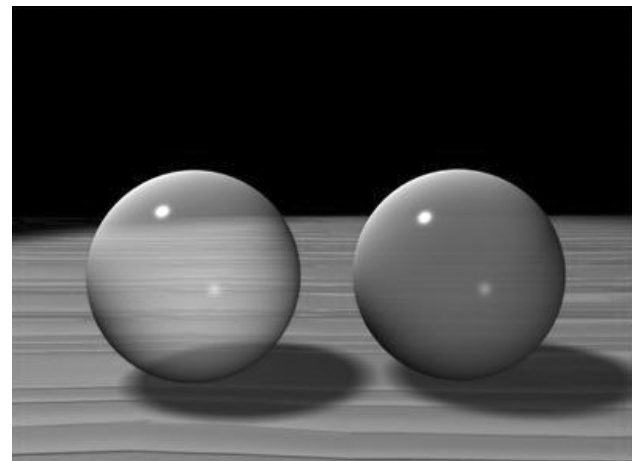

Fig.9.19
- ▶ **L'opacité soustractive** : elle assombrit les couleurs à l'arrière du matériau en soustrayant les couleurs du matériau aux couleurs de l'arrière-plan. La sphère de droite utilise par exemple une opacité soustractive (fig.9.19). Si vous souhaitez uniquement réduire l'opacité apparente d'un matériau, tout en gardant les valeurs des couleurs de ses propriétés diffuses (ou appliquées), utilisez l'opacité soustractive.